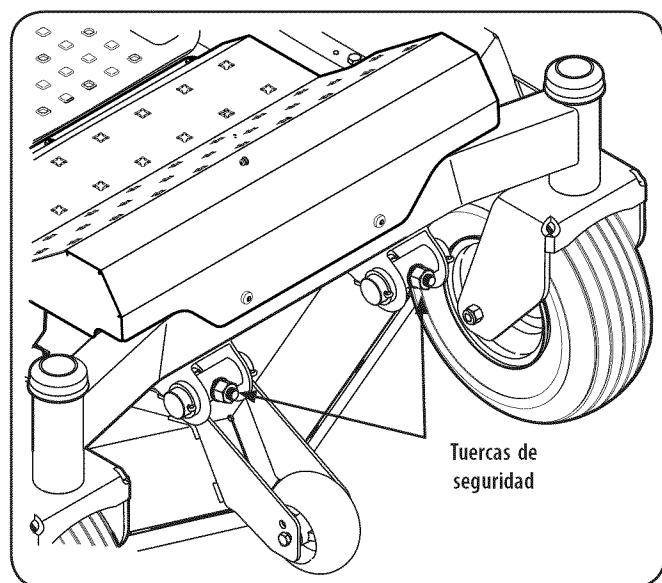

Figura 30
5. Con una llave, levante o baje la parte delantera de la cubierta girando la tuerca de seguridad en la barra de elevación de la plataforma delantera y fíjela con las tuercas de bloqueo traseras. . Vea la Figura 30.